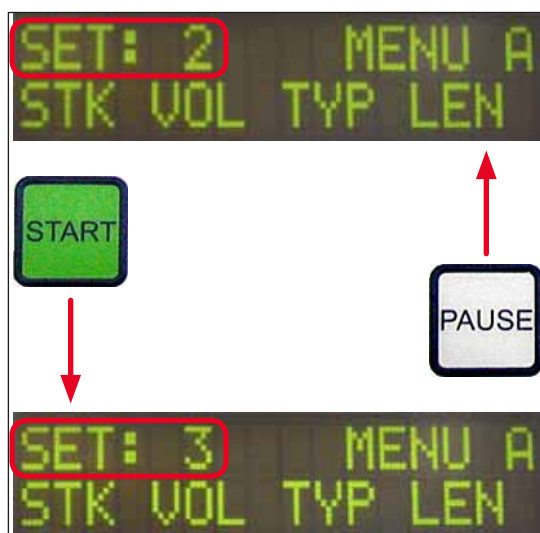

Fig. 39
① Există un total de patru programe (**SET 1** până la **SET 4**) care pot fi stocate în aparat cu setări diferite ale parametrilor.
- Apăsarea butonului **PAUSE** (ÎNTRERUPERE) pornește următorul program superior (→ Fig. 39).